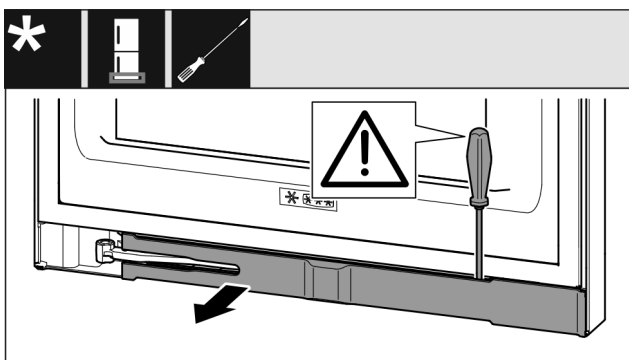

Fig. 11
- Dégager le cache avec le tournevis et le faire pivoter sur le côté. Fig. 11 ()